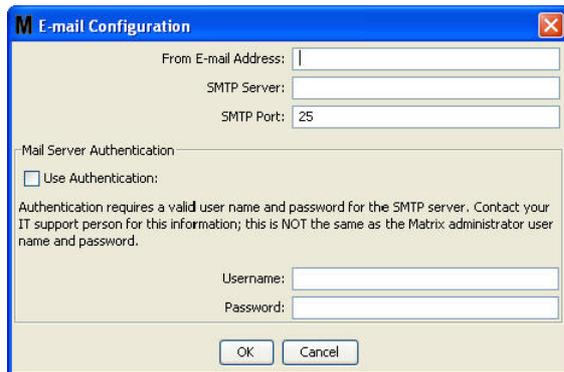

ABB. 137
2. Das in ABB. 137 gezeigte E-Mail-Konfigurationsfenster erscheint.